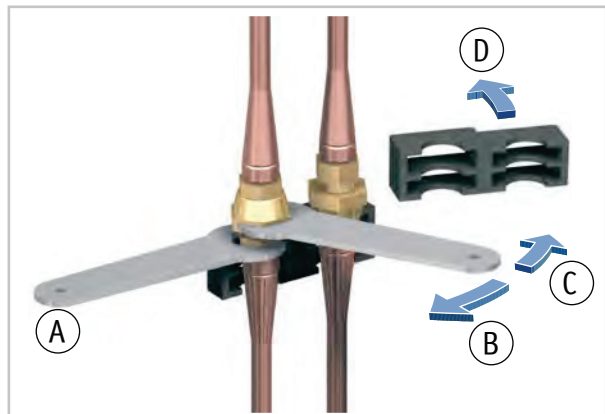

Abb. 14: Abschrauben der linken Überwurfmutter
9. ▶ Schrauben Sie die linke Überwurfmutter mit dem beiliegenden Maulschlüssel SW 24 ab. Halten Sie dabei mit dem zweiten Maulschlüssel SW 21 am unteren Kupplungsteil gegen (Abb. 14).